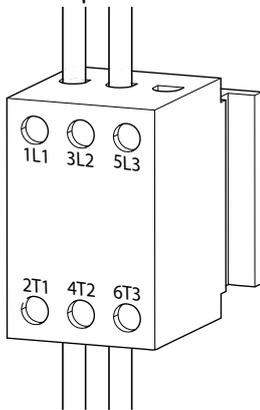

FIG. 16: Bloco de terminais do interruptor de desativação
5. Prenda o fio de massa ao perno de ligação à massa no interior da caixa de derivação (AJ).
6. Consulte FIG. 16 e ligue os fios do cabo de alimentação aos terminais 4T2 e 6T3 no bloco de terminais do interruptor de desativação.